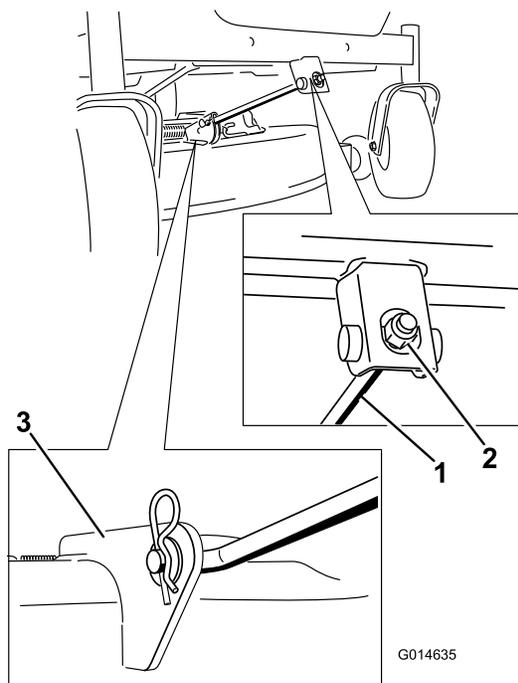

Bild 65
5. Entfernen Sie den Splint von der vorderen Stützstange und nehmen Sie die Stange aus der Mähwerkhalterung (Bild 65).
6. Befestigen Sie die vordere Stützstange mit den Lastösenbolzen und Splints am Mähwerk (Bild 65).